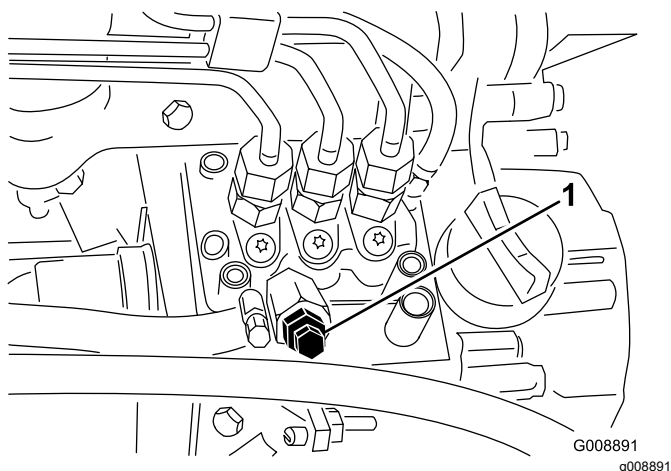

Figure 35
4. Desserrez la vis de purge sur la pompe d'injection (Figure 35).